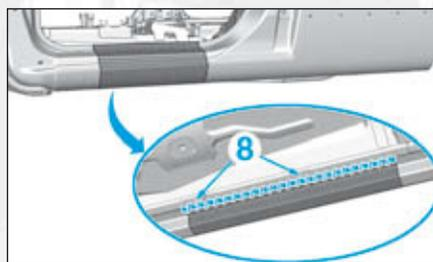

FIG.123
- un mastic d'étanchéité indice «A1» (Fig.123),